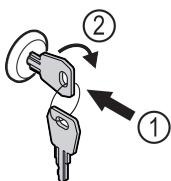

Fig. 126
- Вдавити ключ Fig. 126 (1).
- Повернути ключ на 90° за годинниковою стрілкою Fig. 126 (2).